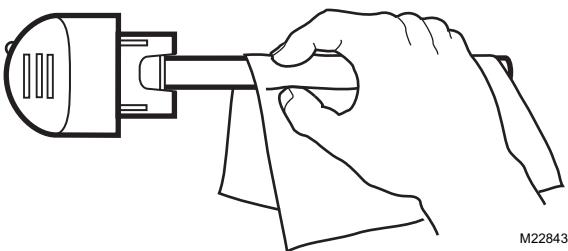

Fig. 7. Utiliser un linge pour effacer les traces de doigts.
- Si les doigts entrent en contact avec le cylindre, il faut essuyer les traces de doigts avec un linge. Voir la Fig. 7.